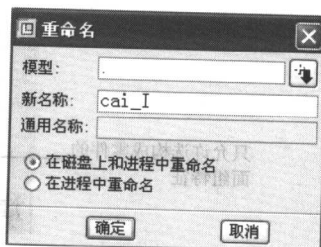

图 1.17 “重命名”对话框
- (1) 选择“文件”→“重命名”命令。
- (2) 打开如图 1.17 所示的“重命名”对话框，在“新名称”中输入新文件名，例如：“cai_I”。
- (3) 单击“确定”按钮，完成文件重命名。